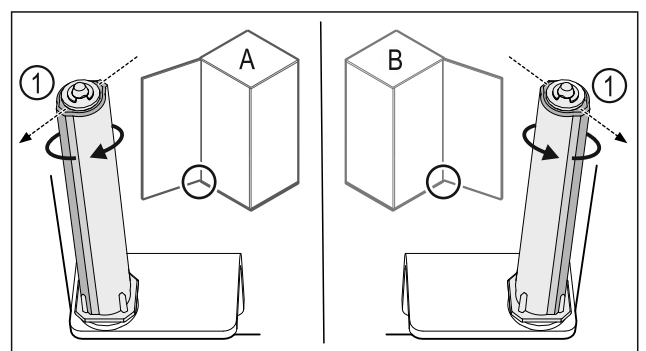

Fig. 49 Battuta a sinistra (A) / battuta a destra (B)
- Ruotare il sistema di chiusura contro la resistenza fino a quando la sporgenza del sistema di chiusura Fig. 49 (1) non è rivolta verso l'esterno.